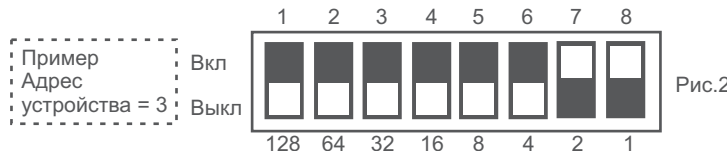

Рис.2
- С помощью DIP переключателей установите адрес прибора (пример на Рис. 2).